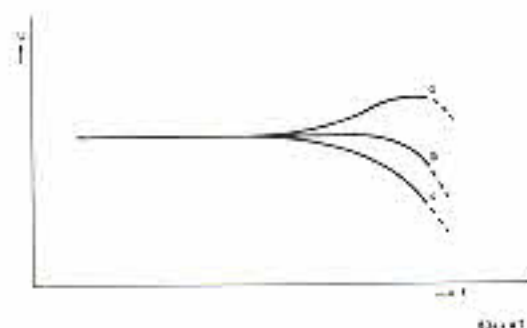

Abb. 17
- Bei Frequenzen höher als 6300 Hz soll der Frequenzgang ungefähr der in Abb. 17 gezeigten Kennlinie b entsprechen. Die Nachverzerrung soll $\leq 3\%$ bei 1 kHz (100% Modulation) sein.